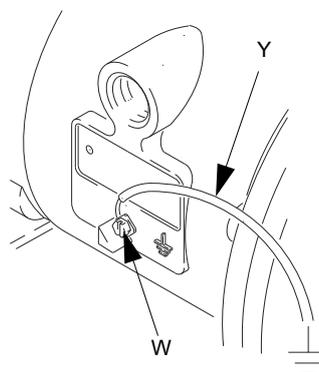

Рис. 1
- Насос. Подключите к системе провод и зажим заземления, как показано на рис. 1. Ослабьте винт заземления (W). Вставьте один конец провода (Y) заземления, сечение которого должно составлять минимум 1,5 мм², за винт заземления. Надежно затяните винт. Подсоедините конец зажима провода заземления к точке истинного заземления. Заказывайте арт. № 238909, провод и зажим заземления.